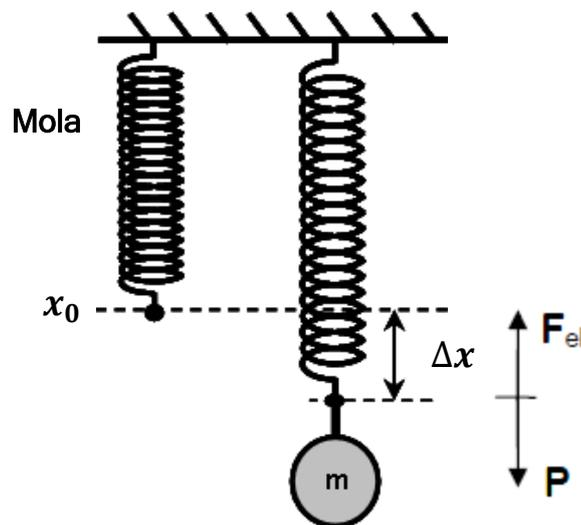

Figura 1. Ilustração de uma mola distendida por uma massa m .
Onde: F_{el} é conhecida como força elástica e corresponde a força aplicada à mola (N). A constante elástica k da mola depende principalmente do tipo de material que a mola é fabricada e de suas dimensões. Sua unidade é newton por metro (N/m). O valor Δx é denominado de alongação (m), que corresponde à diferença entre sua posição distendida e a posição inicial da mola x_0 (Figura 1).